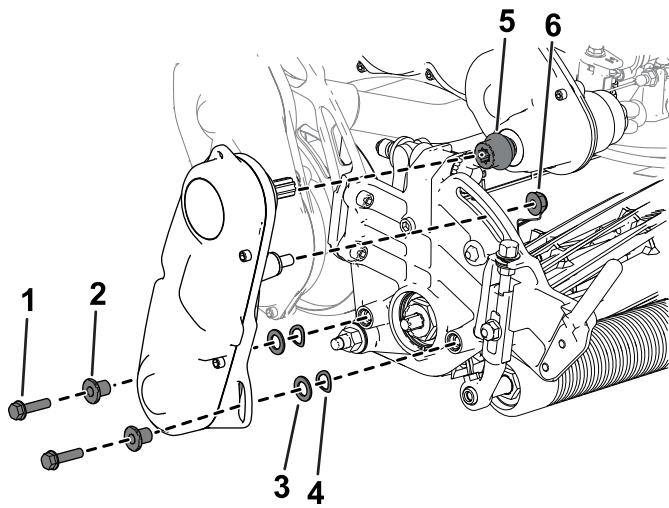

Figure 50
3. Déposez l'entraînement de cylindre de l'unité de coupe (Figure 50) et conservez les fixations.